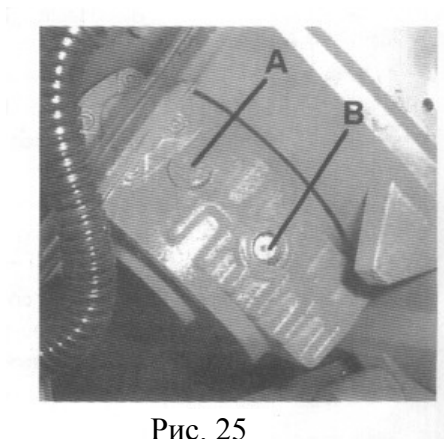

Рис. 25
6. Открутите гайку масляного сапуна (B) Рис.25.
7. Заливайте в коробку передач масло через маслоналивное отверстие (B) до достижения маслом 1/3 объема в смотровом окне контроля уровня масла. Затем заверните назад гайку масляного сапуна (B).